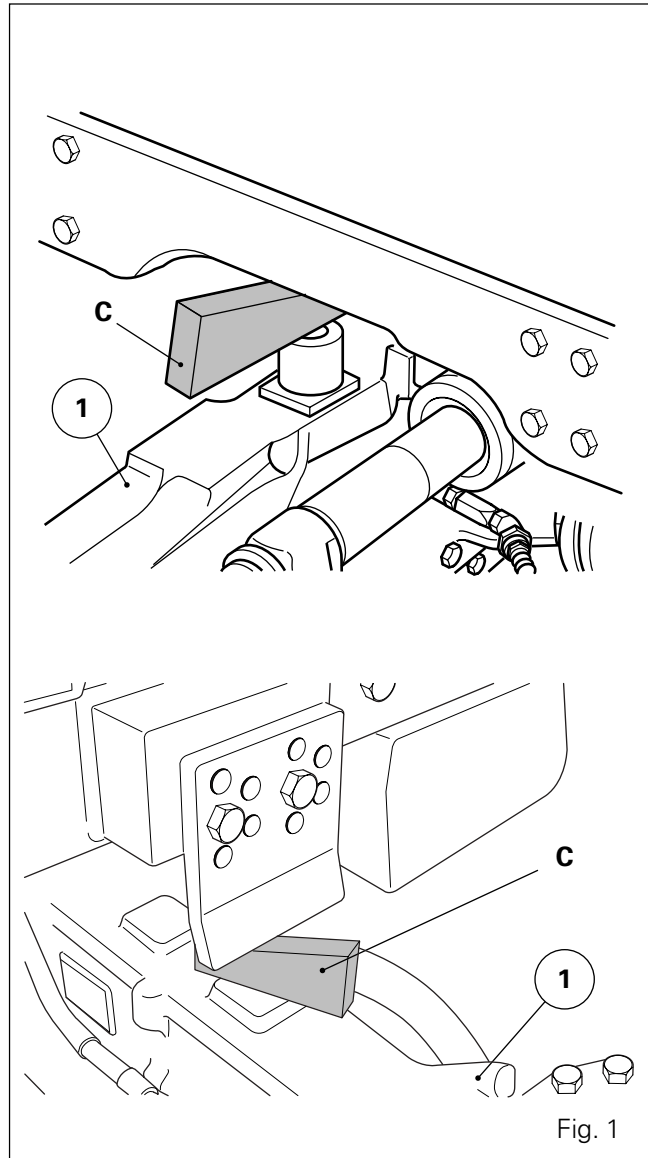

Fig. 1
14. Rimuovere i rinforzi del telaio che si trovano sui due lati del motore (se montato) (vedi sezione 2F01). Tirare il freno a mano e immobilizzare l'assale anteriore (1) con gli spessori adatti "C" (Fig. 1). Puntellare le ruote posteriori.